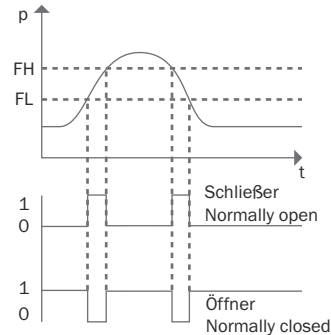

Abbildung 6: Window-Modus
Der Window-Modus erlaubt die Überwachung eines definierten Druckbereichs. Befindet sich der Systemdruck zwischen der unteren Fenstergrenze (FL) und der oberen Fenstergrenze (FH), ist der Ausgang aktiv (Schließer, n.o.) oder inaktiv (Öffner, n.c.) (siehe Abbildung 6, Seite 13).